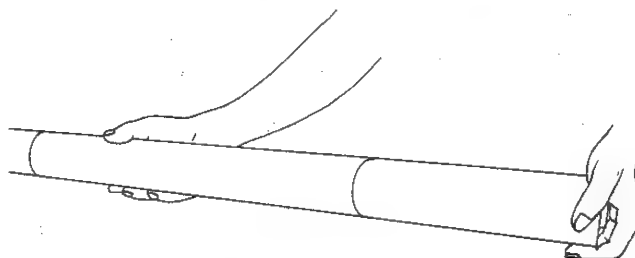

Abbildung 28
- (13) Auf der linken Seite gemäß der Beschreibung in (10) und (11) vorgehen, um die Spule herausziehen.
(14) Nach Herausziehen der Spule diese mit einem Gummiband sichern. (Abbildung 28)